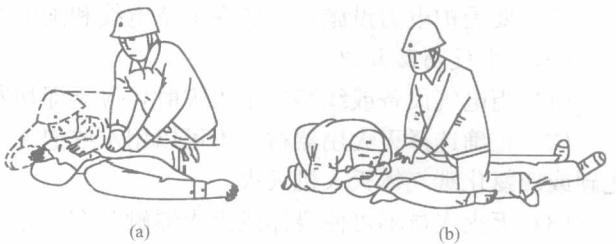

图 1-6 无心跳无呼吸触电者急救
(5) 触电者呼吸和心跳都停止时，须同时采用“口对口人工呼吸法”和“胸外心脏挤压法”。单人救护时，可先吹气2~3次，再挤压10~15次，交替进行，如图1-6(a)所示。双人救护时，每5s吹气一次，每秒钟挤压一次，两人同时进行操作，如图1-6(b)所示。